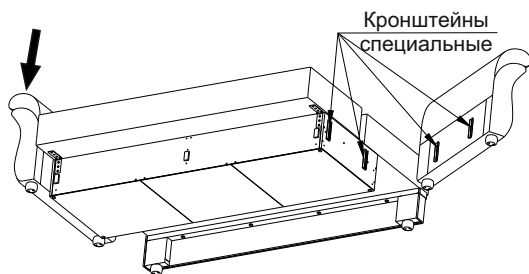

Рис. 2
- 5) **присоединить** боковины к основанию с помощью специальных кронштейнов, закрепленных на каркасах боковин и основания, как показано на рис. 2